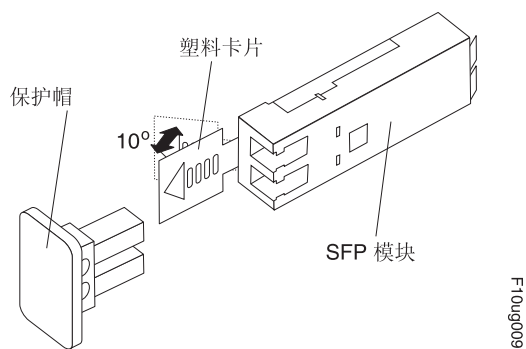

图 75. 松开塑料类 SFP 模块滑锁
- 对包含塑料卡片的 SFP 模块，如第 118 页的图 75 中所示，通过把塑料卡片向外拔出 10° 来松开 SFP 模块滑锁。